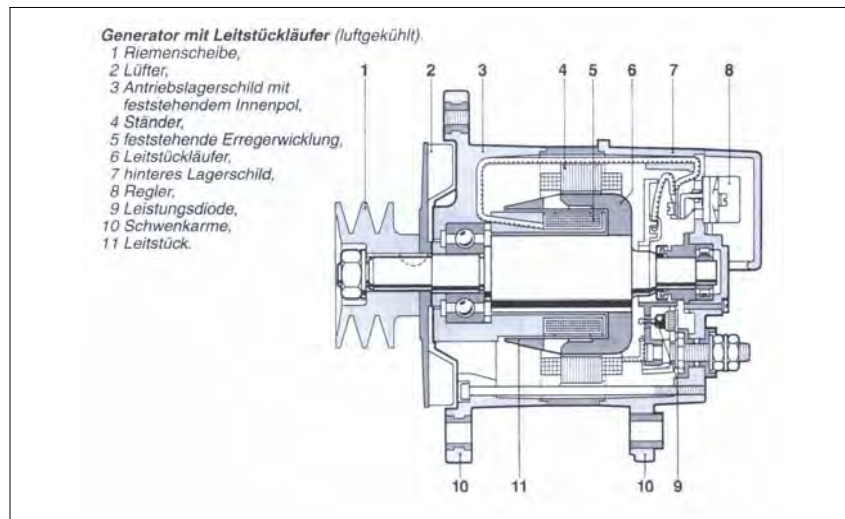

Bild 2.24: Schleifringloser Generator mit Leitstückläufer [BOSCH-99]
- *Generator mit Leitstückläufer (Bild 2.24):*